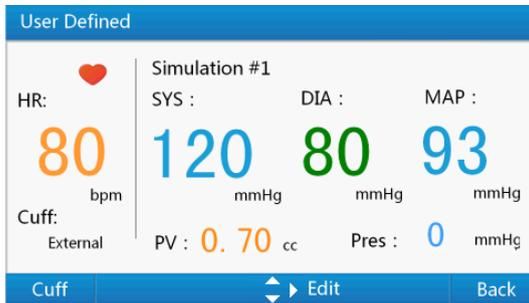

Figura 22 Interfaccia di simulazione della BP definita dall'utente
- 1) Selezionare **“User-Defined”** (Definito dall'utente) all'interno di **“BP Simulation Menu”** o utilizzare il tasto numerico **“0”** per accedere all'interfaccia di simulazione della BP definita dall'utente mostrata nella Figura 22.
All'interno di questa interfaccia, premere il tasto destro per accedere all'interfaccia di modifica mostrata nella Figura 22. Nell'interfaccia di modifica, premere il tasto sinistro o destro per selezionare il parametro da modificare, utilizzare i tasti numerici per inserire il valore del parametro; dopo aver digitato una cifra, il cursore si sposta automaticamente sulla prossima cifra da inserire. Dopo aver immesso il parametro BP, **“tasto di Invio”** per salvare. In questa interfaccia, premendo il **“tasto Indietro”** è possibile tornare all'interfaccia di simulazione della